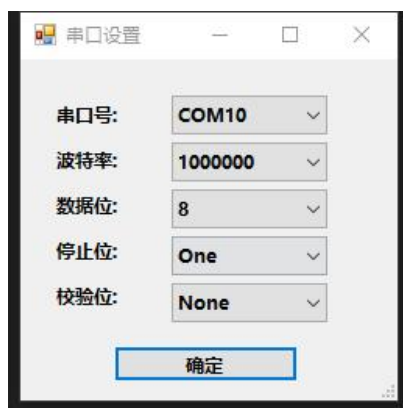

图 4.7 串口设置界面
(2) 点击“串口设置”，出现串口设置界面如图 4.7 所示：